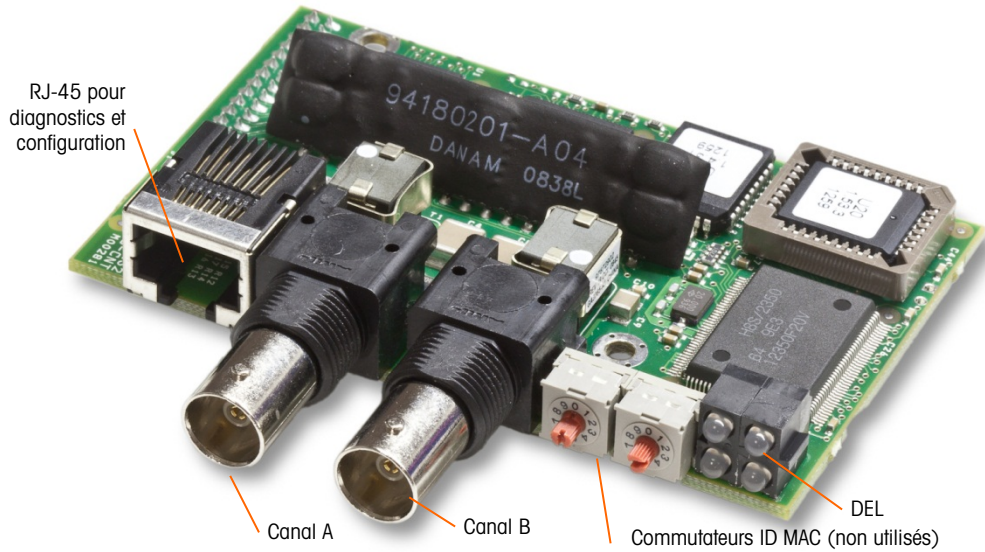

Figure 2-108 : Composants et connexions du module PLC ControlNet
La carte en option PLC ControlNet (Figure 2-108) est installée en position 3 (Figure 2-94) sur la carte principale.
L'option ControlNet se connecte au réseau ControlNet au moyen d'un câble extrait du câble principal d'origine. L'option prend en charge une ou deux connexions (pour la redondance). Le canal A correspond à la connexion normale et le canal B (redondant avec le canal A) peut être utilisé si ControlNet ne détecte aucun signal sur le canal A. Veuillez noter que l'adresse du module est définie dans le logiciel et que les commutateurs ID MAC indiqués sur la Figure 2-108 ne sont pas utilisés.
- Ne branchez pas de câble Ethernet sur le connecteur RJ-45 présenté à gauche sur la Figure 2-108. Cette connexion n'est pas utilisée.